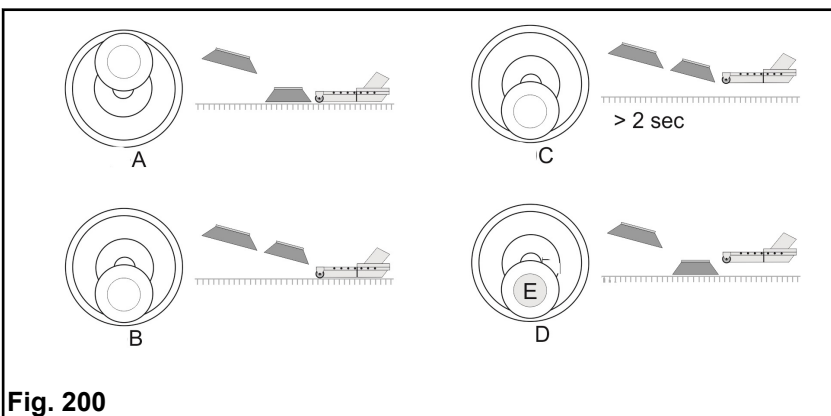

Fig. 200
- Tryck joysticken framåt till position **Fig. 200-A**: Tallriksborsten svängs bort (flytande läge)
- Tryck joysticken tillbaka till position **Fig. 200-B**: Dragna tallriksborstar lyfts upp.
- Tryck joysticken tillbaka till position **Fig. 200-C**: Dragna tallriksborstar och sugmunstycken lyfts upp.
- Joysticken tillbaka till position **Fig. 200-D** och tryck på knappen **Fig. 200-E**: Sugmunstycket lyfts upp.